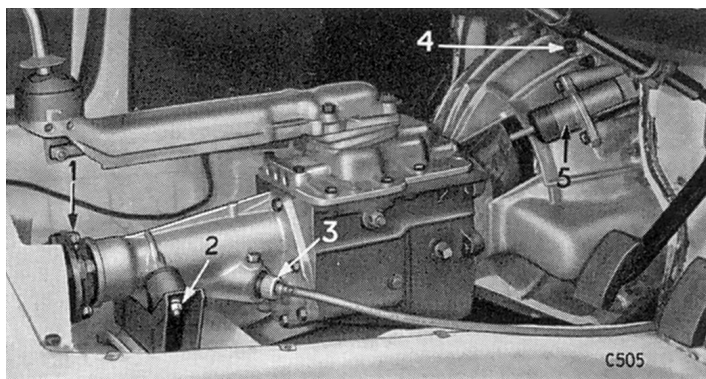

Fig. 21. Supports de boîte de vitesses
En travaillant à l'intérieur du véhicule et en se référant à la Fig. 21, démonter :
- Les supports arrière du moteur (2) Fig. 21.
- Les supports de montage arrière (2) Fig. 21